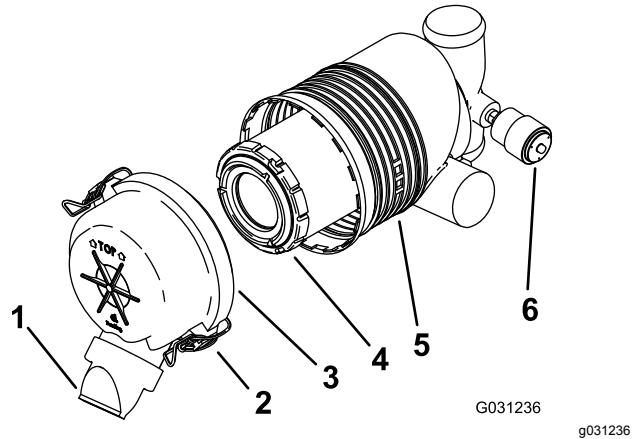

Bild 41
**Wichtig:** Tauschen Sie den Luftfilter nur aus, wenn die Wartungsanzeige rot ist (Bild 41). Das frühzeitige Auswechseln des Luftfilters erhöht nur die Gefahr, dass Schmutz in den Motor gelangt, wenn Sie den Filter entfernen.
5. Lösen Sie die Riegel am Luftfilter und ziehen Sie die Abdeckung vom Luftfiltergehäuse ab (Bild 41).
- Wenn die Wartungsanzeige durchsichtig ist, setzen Sie die Luftfilterabdeckung auf (die Staubkappe sollte nach unten zeigen) und befestigen Sie die Riegel (Bild 41).
1. Schieben Sie den Filter vorsichtig aus dem Luftfiltergehäuse heraus (Bild 41).
- Setzen Sie den Filter vorsichtig ein (Bild 41).
- Setzen Sie die Luftfilterabdeckung auf (die Staubkappe sollte nach unten zeigen) und befestigen Sie die Riegel (Bild 41).